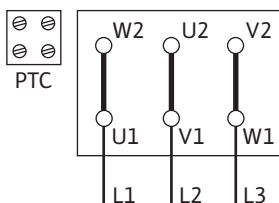

Fig. 14: Δ сұлбасы
- Желілік қосылыс P2 қозғалтқыш қуатына, желі кернеуіне және қосу түріне байланысты. Клемма қорабындағы байланыстырушы көпірлердің қажетті қосылымын келесі кестеден және Fig. 14,15 және 16 суреттерінен алуға болады.